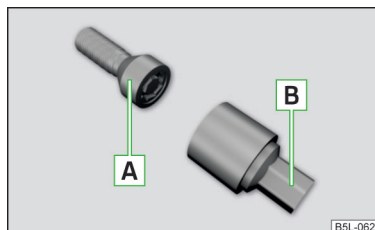

Fig. 160
Șuruburile de roată antifurt protejează roțile față de un furt. Acestea pot fi **desfăcute/strânse** numai cu adaptorul **B** » **fig. 160**.
- Introduceți adaptorul **B** » **fig. 160** în șurubul de roată antifurt **A**, până la capăt.
- Introduceți cheia de roți pe șurub până la capăt. Utilizați pentru șuruburile de roată antifurt adaptorul corespunzător » fig. 160 la pagina 144.